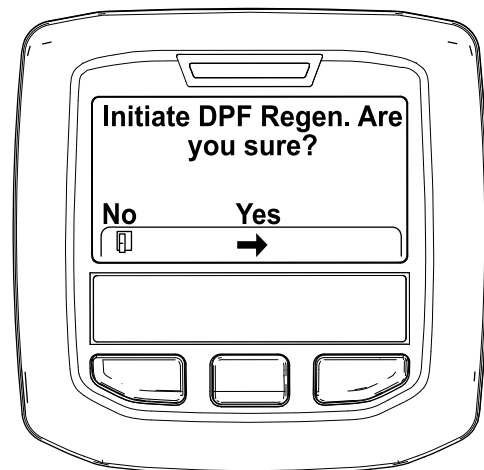

Figura 49
4. Quando viene visualizzato il messaggio "Initiate DPF Regen. Are you sure?" (Inizializzare Rigen. FAP?) premete il pulsante centrale (Figura 49).